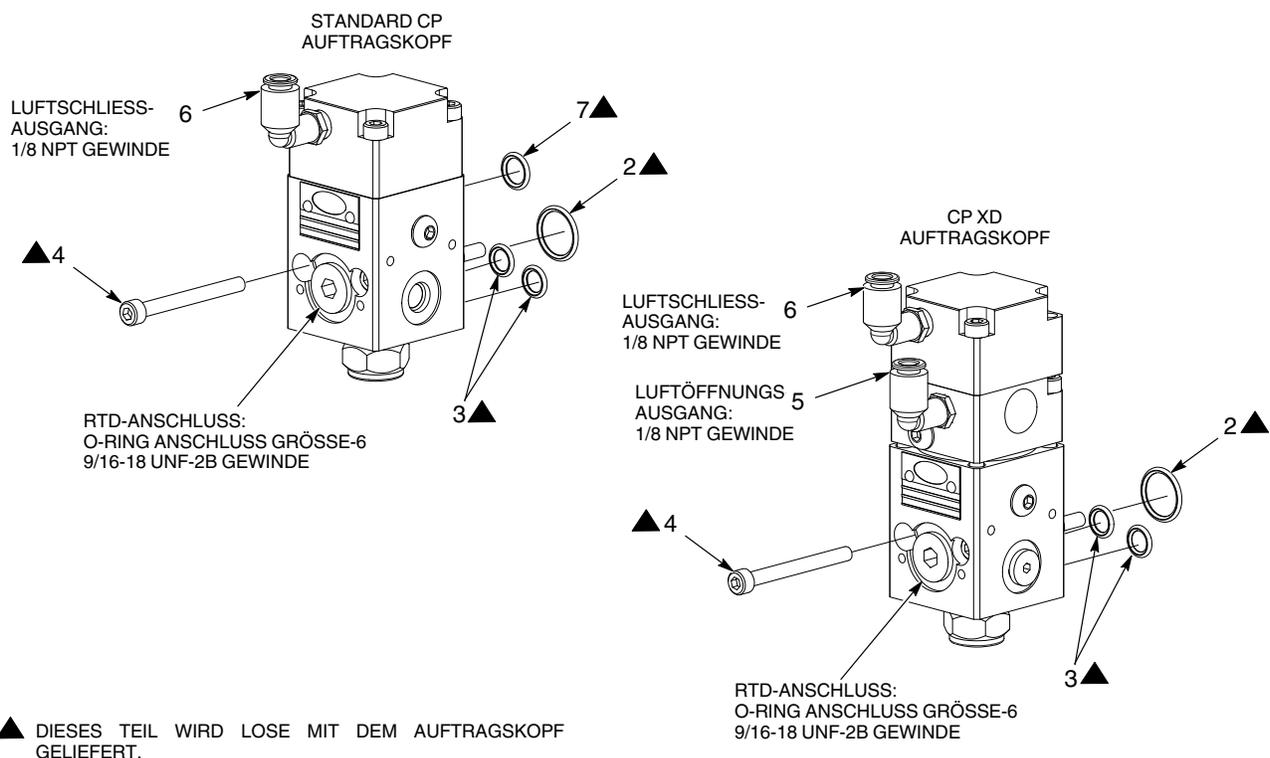

Abb. 3 Installation
1. **Standard CP-Auftragskopf:** Siehe Abbildung 3. Die O-Ringe (2, 3, 7) mit Mobil SHC 100 Fett bestreichen und am CP Regler installieren.